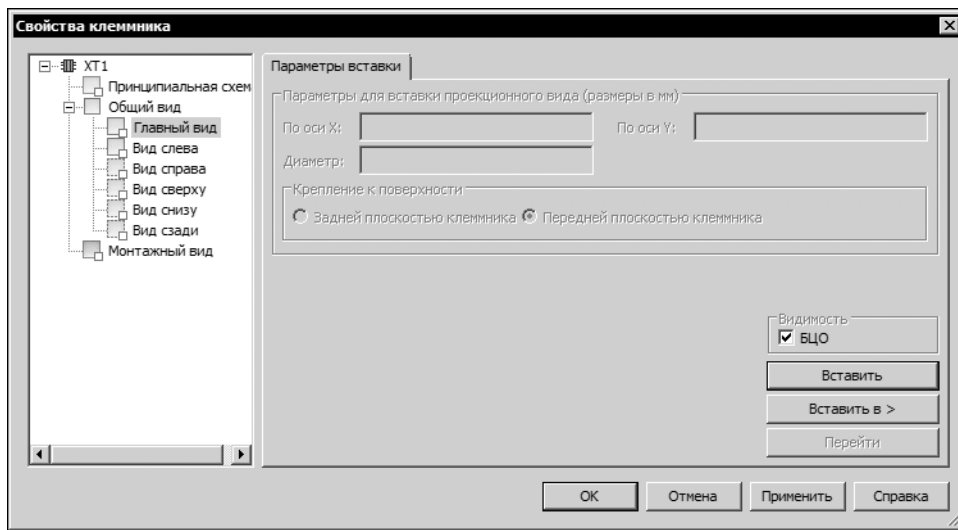

Рис. 22.14. Вставка вида клеммника в схему расположения
1. В дереве состава объектов клеммника укажите уровень с названием того проекционного вида, который необходимо вставить в схему (рис. 22.14).